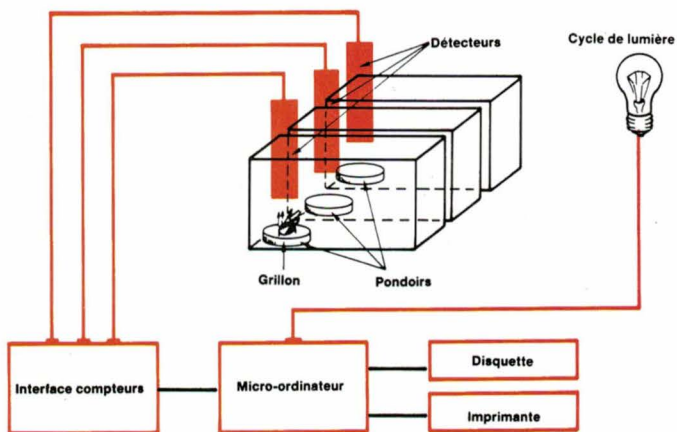
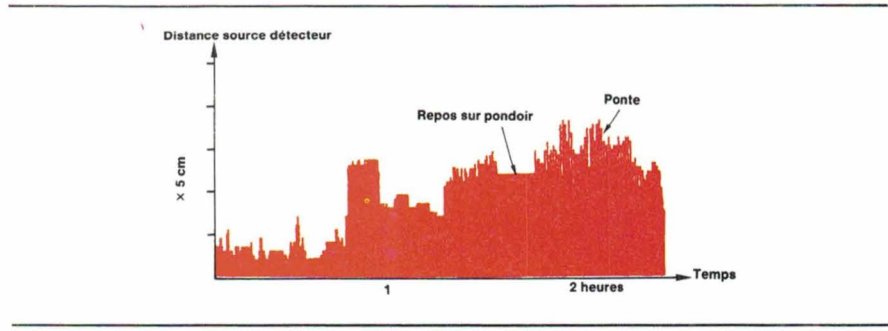

Fig. 6
Fig. 7
Lors de la ponte, le grillon enfonce rythmiquement sa tarière dans le sol pour y enfouir ses œufs; ce mouvement caractéristique se traduit par un tracé facilement discernable (voir fig. 7).
Dans l'expérience présentée (fig. 6), il est important de pouvoir analyser l'activité générale du grillon et une activité particulière comme la ponte (voir fig. 7).
- *Un seuil de mesure* ; le traitement peut par exemple être effectué au niveau du seul pondoir, partie la plus proche du détecteur, en donnant un tracé de plus grande amplitude ; dans ce cas tous les mouvements situés au-delà de ce niveau ne seront pas pris en compte (voir fig. 7).